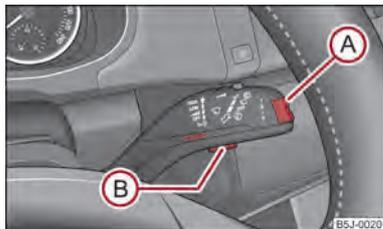

Fig. 7 Display informazioni: Comandi
- Il **Main menu (menu principale)** si attiva premendo il tasto a bilico (A) ⇒ fig. 7 per più di 1 secondo.
- Il tasto a bilico (A) permette di navigare tra le singole voci dei menu. Dopo una breve pressione del tasto (B) viene visualizzata l'informazione selezionata.